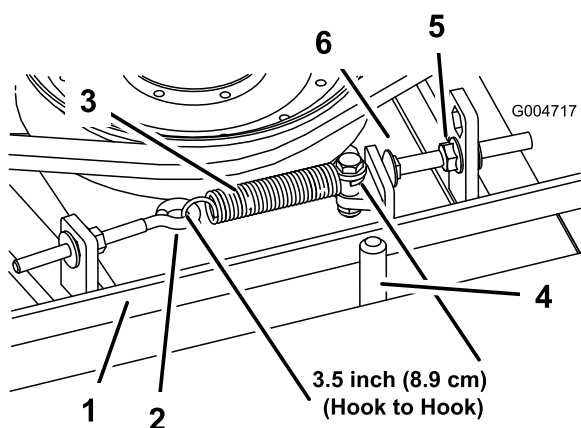

Figura 96
Quando a tensão estiver correta, a medida interior da mola de extensão (gancho a gancho) deverá ser de cerca de $8,9 \text{ cm} \pm 0,63 \text{ cm}$. Logo que se obtenha a tensão correta da mola, ajuste o pino de fecho (parafuso da carroçaria) até haver uma folga aproximada de $0,32 \text{ cm} \pm 0,152/0,000 \text{ cm}$ entre a cabeça do parafuso e o braço intermédio (Figura 96).
Nota: Certifique-se de que correia está colocada no lado da mola do guia da correia (Figura 96).
- Desaperte o parafuso com olhal permitindo a remoção da mola de extensão (Figura 96).
- Desaperte a porca flangeada que fixa o pino de fecho na patilha de montagem. Puxa a porca ligeiramente para trás para permitir que o braço intermédio passe pelo pino de fecho (Figura 96). Retire a polia intermédia da correia para aliviar a tensão da correia.
8. Volte ligar a mola de extensão (Figura 96) ao parafuso de olhal e aplique a tensão na correia como se segue: